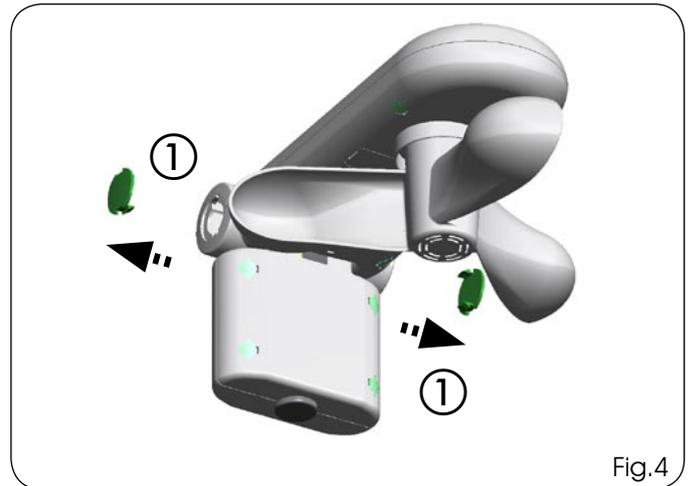

Fig.4
- 1) Enlever les deux caches latéraux (Fig. 4 réf. ①)
- 10) Tourner l'anémomètre pour l'orienter à souhait (Fig. 4 réf. ⑨)
- 11) Serrer les deux vis de fixation latérales et monter les caches (Fig. 4 réf. ⑩)